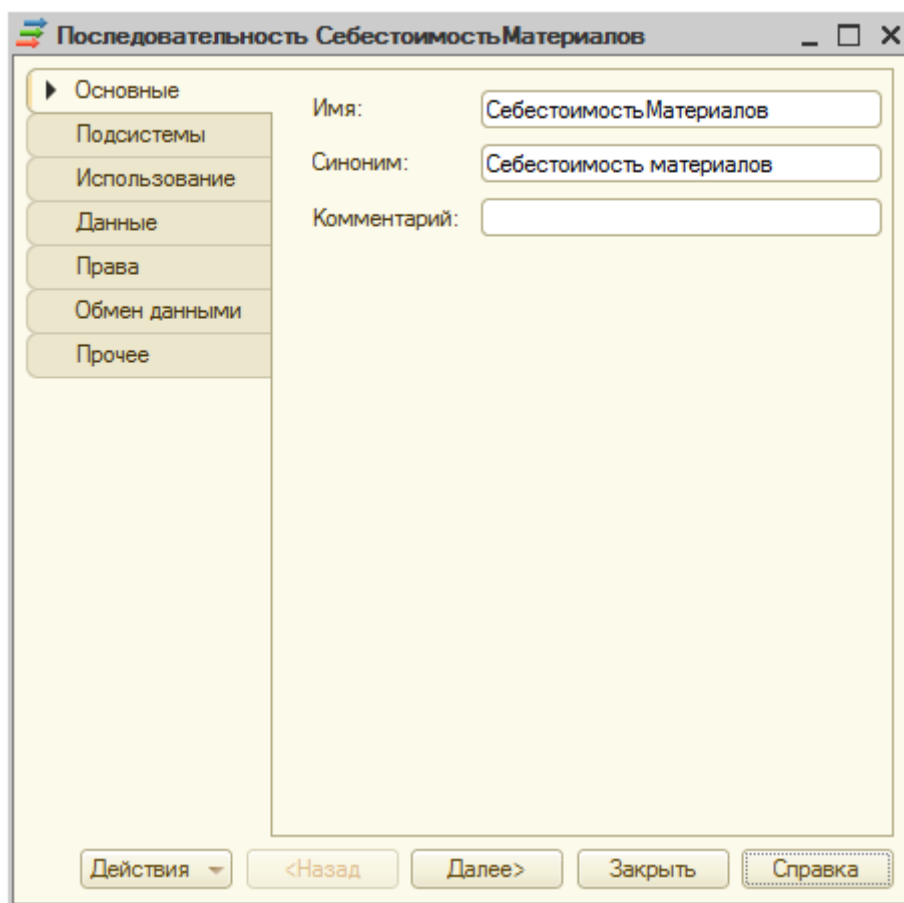

Рисунок 17.4- Создание новой последовательности
7. Создадим новую последовательность (ветвь дерева конфигурации **Последовательности** находится в ветви **Документы**), назовем ее **СебестоимостьМатериалов**, рисунок 17.4.